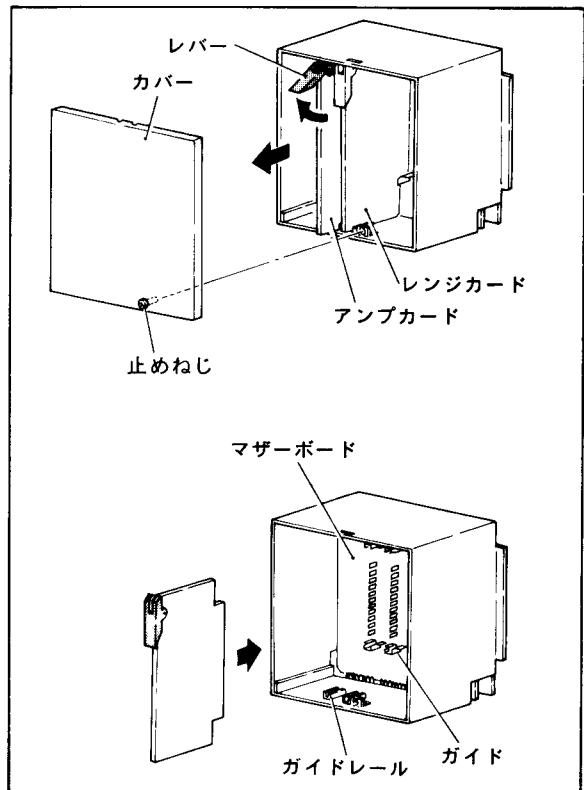
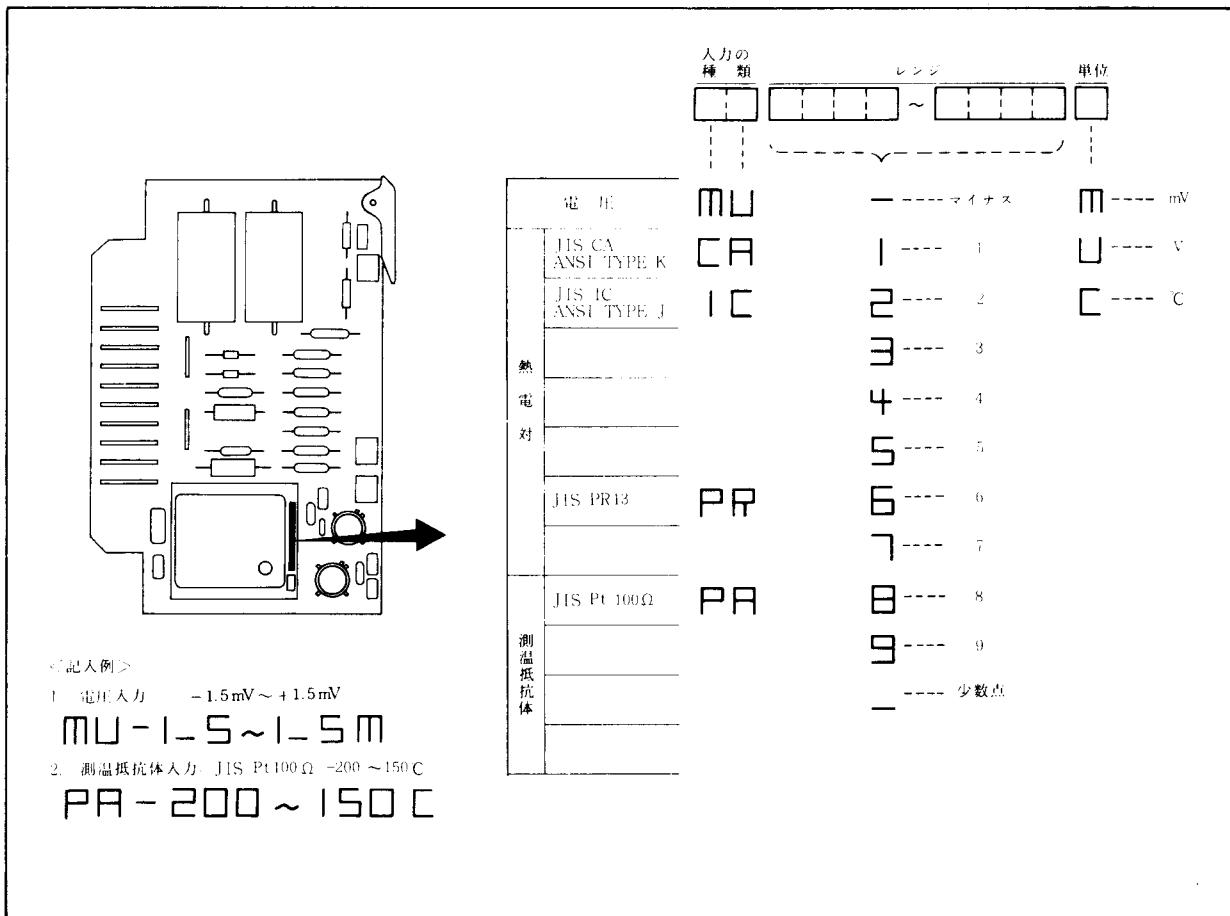

図15-5 レンジカード、アンプカードの交換
図15-6 レンジカードの識別
- (1) 扉を開き、SUPPLYスイッチをOFFにし、内器を引き出します。
- (2) ケース奥にあるカバーを、止めねじ一本を緩めてはずします。
- (3) 右側の白いレバーのプリント板がレンジカード、左側の黒いレバーがアンプカードです(図15-5)。
- (4) レバーを指で引き起こすと、カードがコネクタからはずれます。
- (5) カードを引き出します。
- (6) レンジカードの入力の種類、測定レンジの確認(図15-6)。